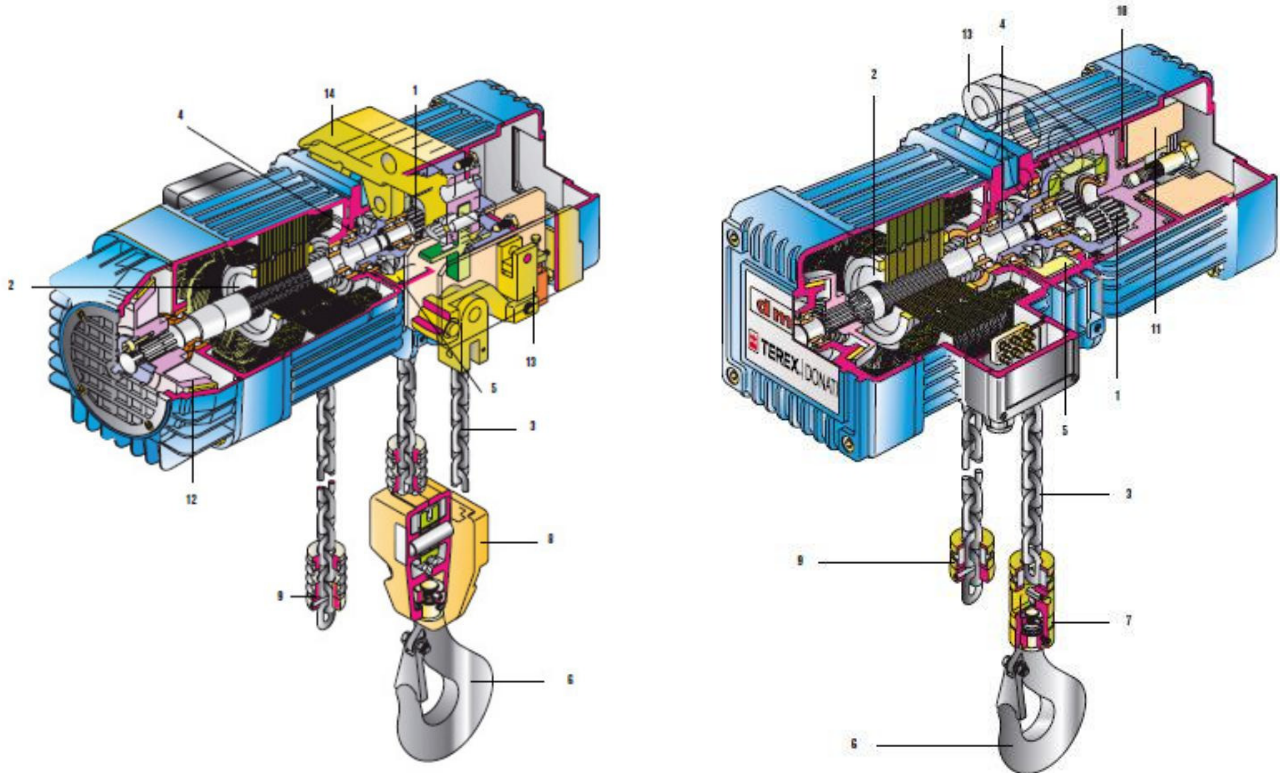

fig.5
2.1.3 Las partes del polipasto eléctrico de cadena DMK (fig. 5)